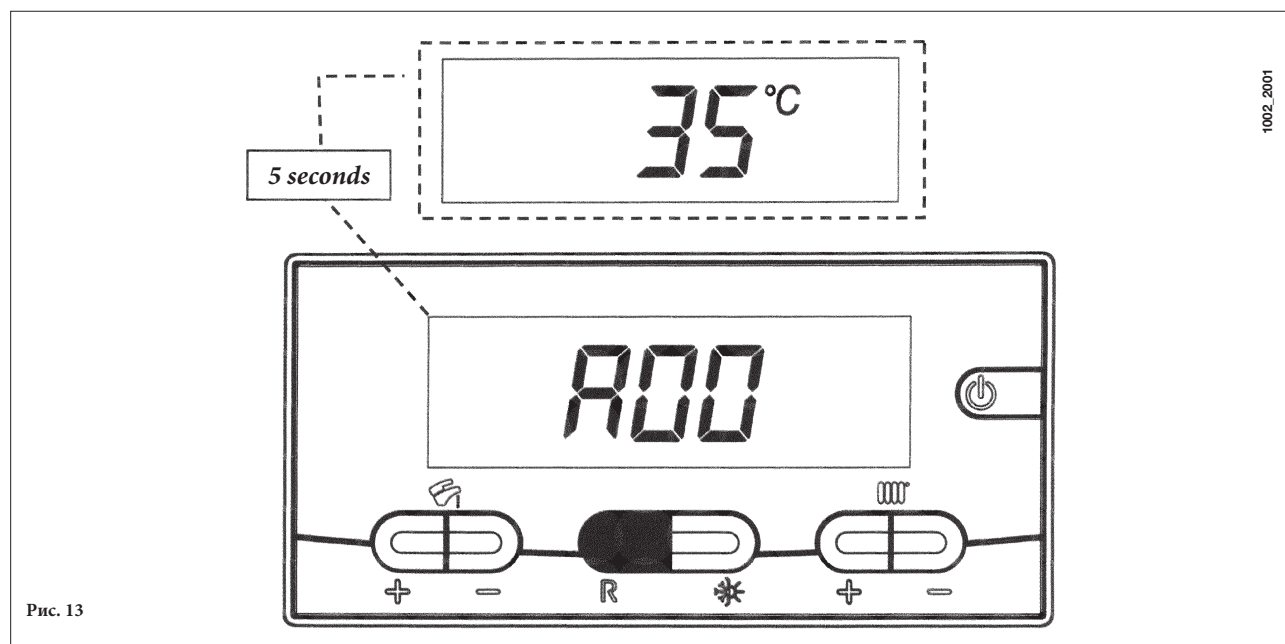

Рис. 13
- Нажать кнопку **R** в течение более 6 сек. На дисплее высветятся символы “A00” (...“A07”), чередующиеся с показаниями значения величины (например, см. рис. 13);